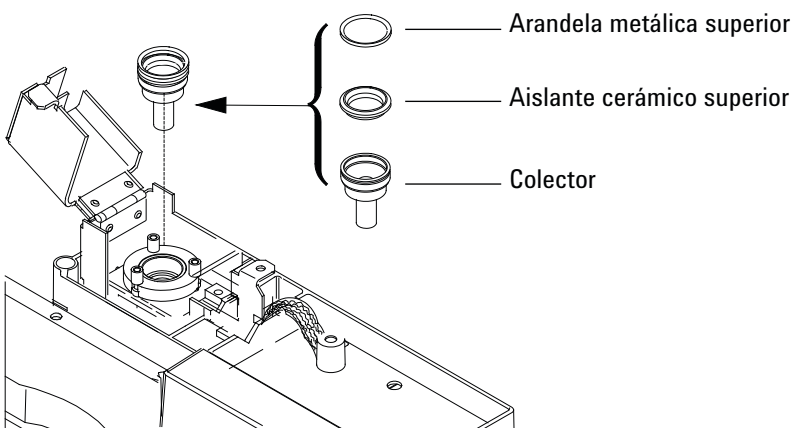

Figura 6 Colector del NPD, aislante superior y anilla en C de-metal
- 20 Coloque la anilla en C de metal inferior, el aislante de cerámica inferior y la anilla en C de metal superior. Consulte Figura 6.)